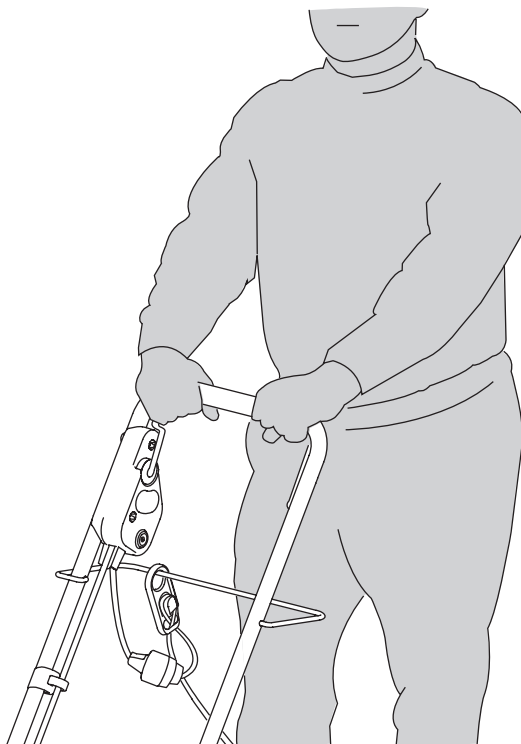

Fig. 7
6. Suelte el botón arrancador (rojo), y tome a la vez la manija y el gancho con ambas manos (Fig. 7).